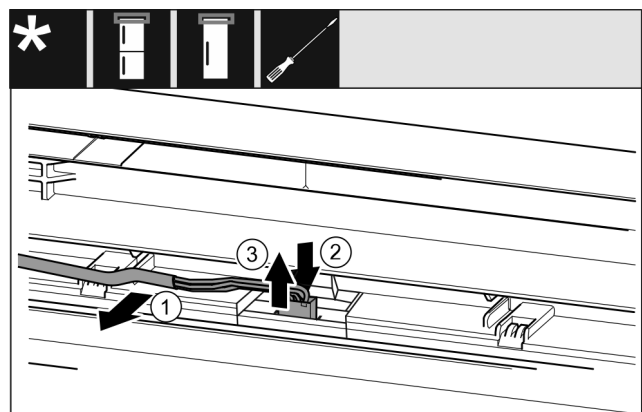

Fig. 21 Kühl-/Gefrierkombinationen / Gefriergeräte / Kühlgeräte
- ▶ Kabel Fig. 21 (1) vorsichtig aus der Führung in der Tür lösen.*
- ▶ Lasche Fig. 21 (2) hinter dem Stecker nach hinten drücken.*
- ▶ Stecker Fig. 21 (3) vorsichtig nach oben herausziehen.*